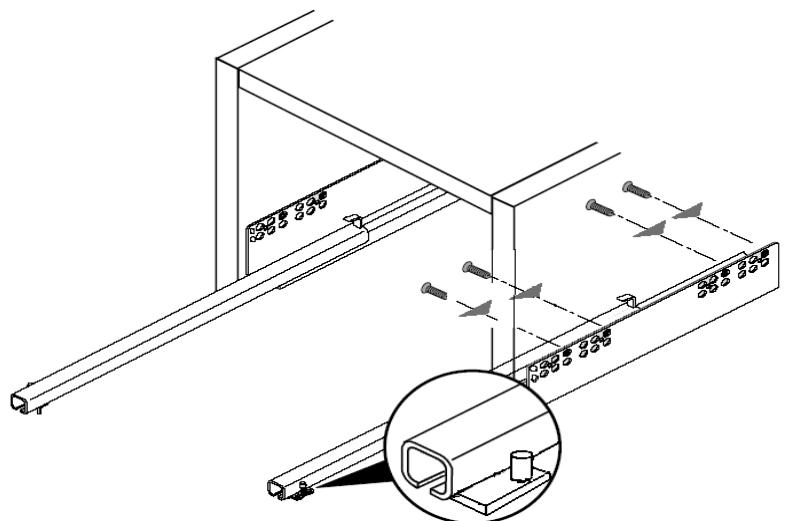

Рис. 2
2. На боковые стенки (25), (52), перегородки (26), (62) установить направляющие Push для выдвижных ящиков с помощью винтов 6,3x10,5 - первое отверстие на щите совместить с четвертым отверстием в верхнем ряду на направляющей (см. схему сборки и рис.2).
3. Установить под пятники на основание (22) (см. схему сборки).
4. Установить полкодержатели на перегородки (26), (62).